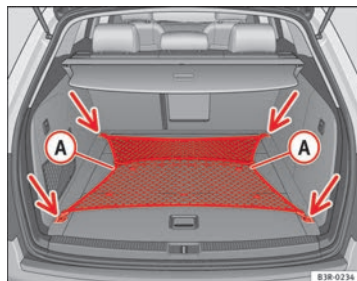

Fig. 116 Red para equipaje extendida
- Fije la red para equipaje a las cuatro argollas -flechas- ⇒ fig. 116.